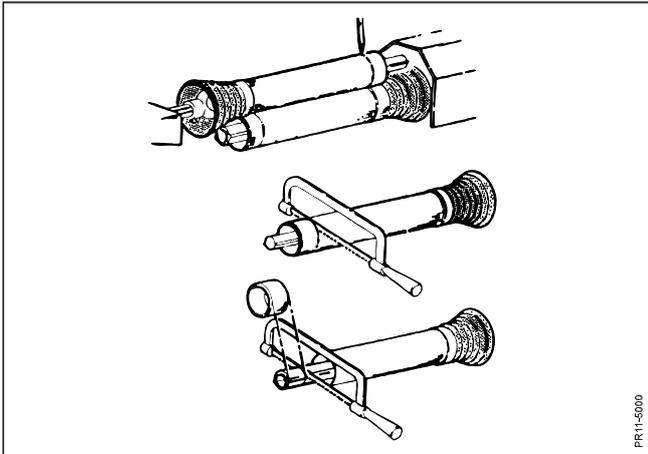

Fig. 2-25
**Fig. 2-25:** Die Gelenkwelle anbauen, Freilauf maschinenseitig. Sicherstellen, daß die Rohre nicht klemmen. Wenn nötig, alle 4 Rohre abkürzen (sehen Sie Abschnitt über ANPASSUNG DER GELENKWELLE).